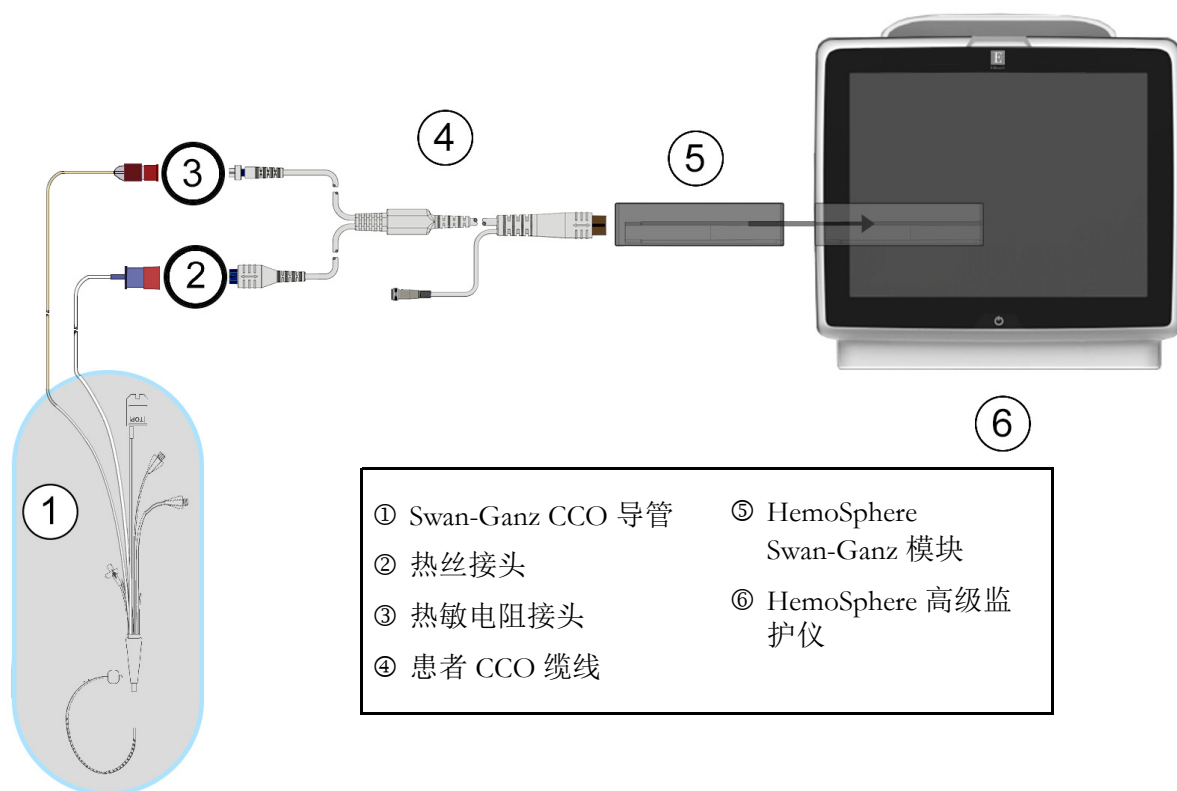

图 9-3 CO 连接概览
- 2 将患者缆线的导管端连接到 Swan-Ganz CCO 导管的热敏电阻和热丝接头上。在第 93 页图 9-3 中，这些接头以数字 ② 和 ③ 标出。